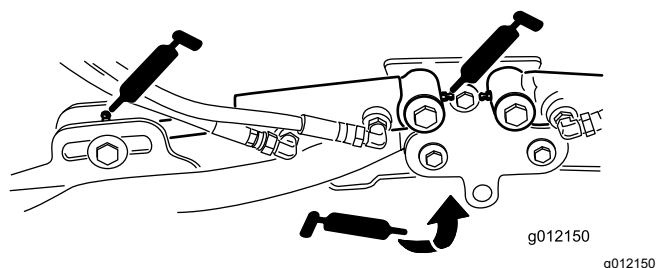

Figura 71
- Pivotes del brazo de elevación (1 en cada) (Figura 71)
- Cilindros del brazo de elevación de la unidad de corte (2 en cada) (Figura 71)